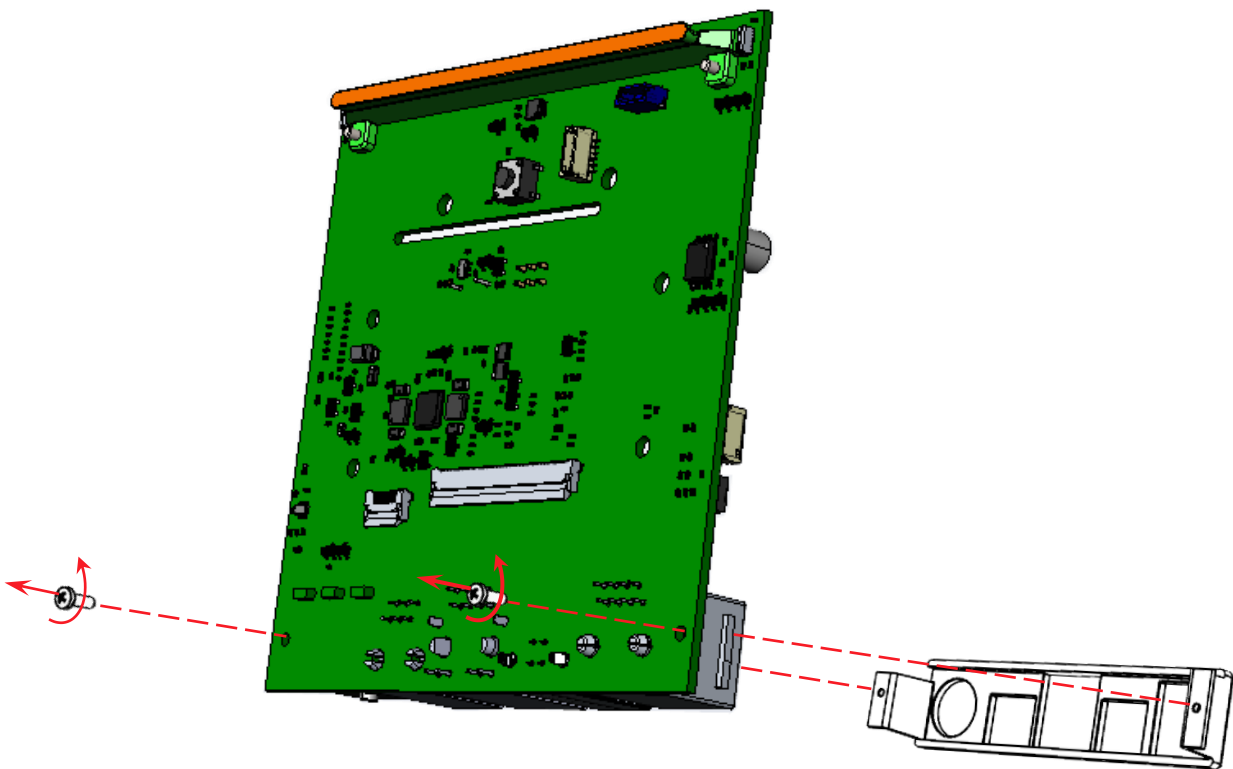
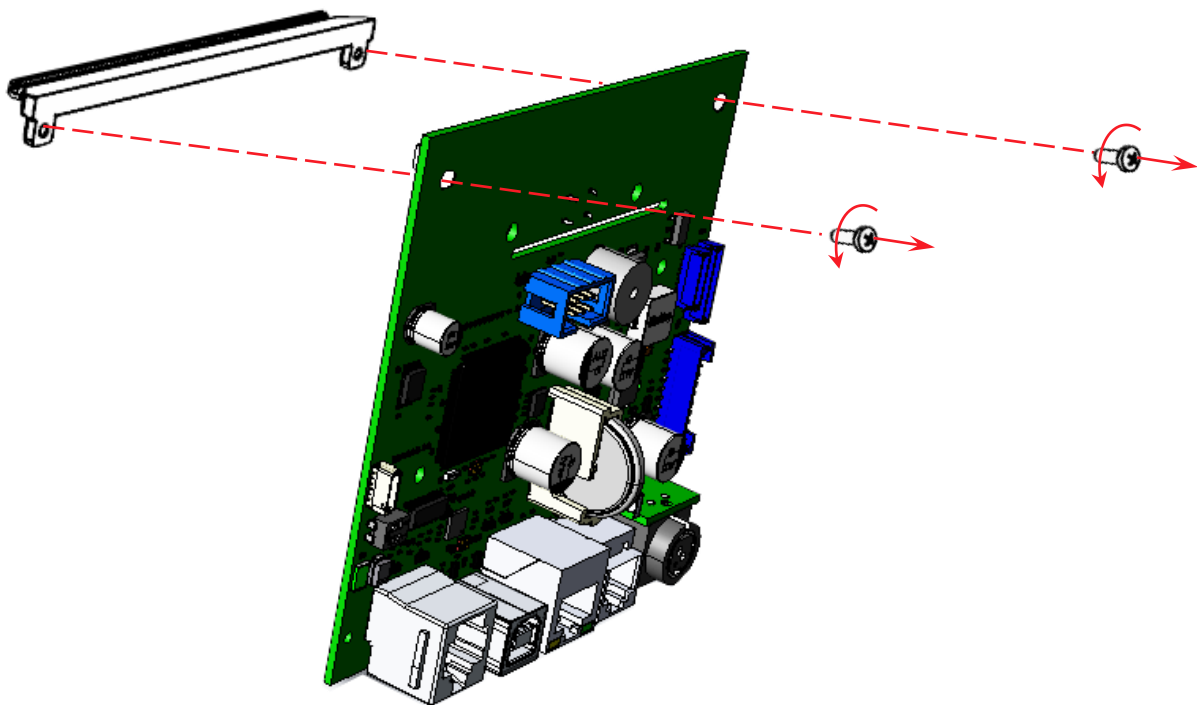

Рисунок 26. Отделение панели разъемов от БУ
Рисунок 27. Отделение Светодиода от БУ
- 3** Затем отделить панель разъемов от блока управления, открутив два винта (см. рисунок 26).
**4** Затем отделить светодиод от блока управления, открутив два винта (см. рисунок 27).
- 5** На новом экземпляре блока управления установить панель разъемов и светодиод (см. рисунок 26 и рисунок 27 соответственно).